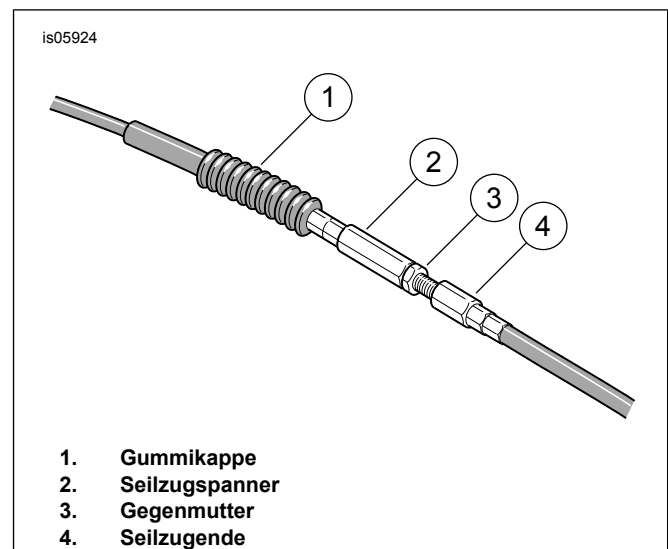

Abbildung 1. Kupplungszug-einsteller
- Siehe Abbildung 1 >. Die Gummimanschette vom Seilzugspanner abziehen. Der Seilzugspanner befindet sich ungefähr in der Hälfte des Kupplungszugs, beim vorderen Rahmenrohr.